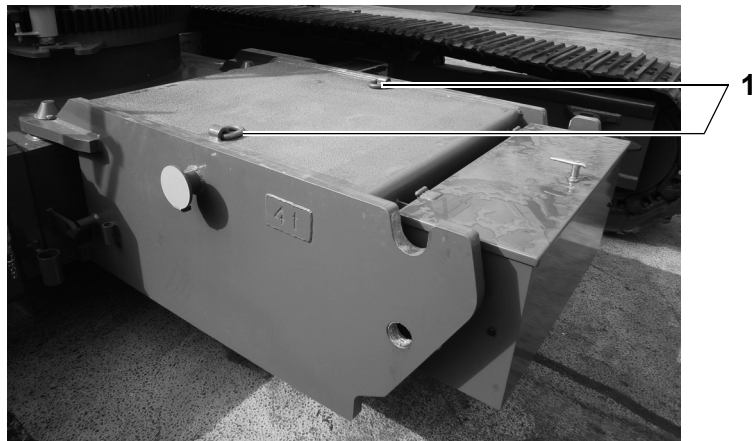

Fig. 124 Pontos de elevação no lastro da estrutura inferior
| 3 | Prenda o equipamento de suspensão fornecido no gancho de carga e o lastro da estrutura inferior nos pontos de elevação (1) na Fig. 124 e elimine a folga. |